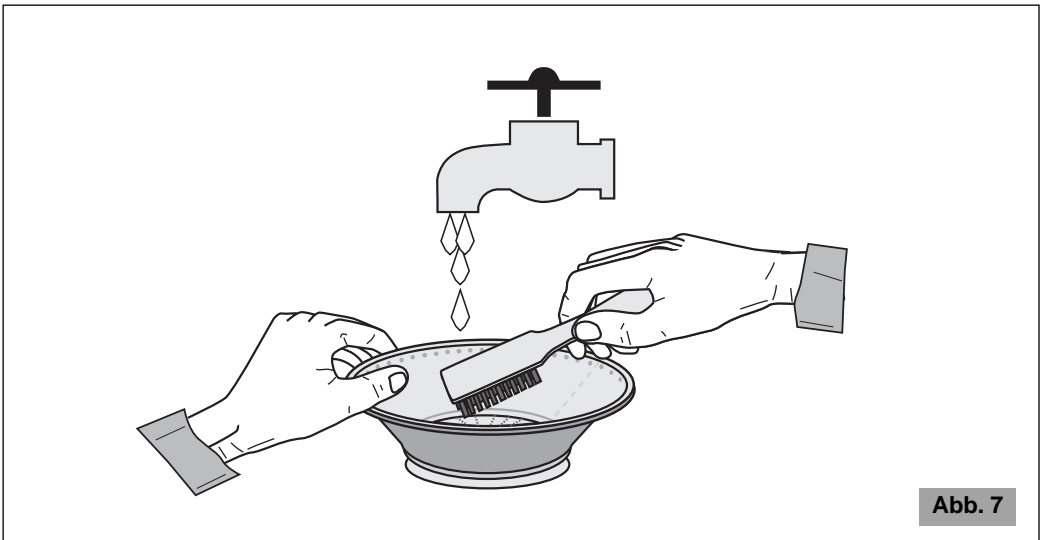

Abb. 7
- Um mehr Saft zu erzielen, muss der Korb immer mit der Nylon-Bürste der Ausstattung gereinigt werden. Den Korb unter den Wasserhahn halten und mit der Bürste die Innenseite des Siebes reinigen (siehe Abb. 7), danach gegen das Licht kontrollieren, dass keine Verstopfungen der Löcher des Filtersiebes vorhanden sind. Sollten noch Verstopfungen vorhanden sein, den Korb in warmes Wasser mit 12% Zitronensaft bzw. Essig legen, um die Verstopfungen zu entfernen. Andernfalls den Korb im Geschirrspüler reinigen.